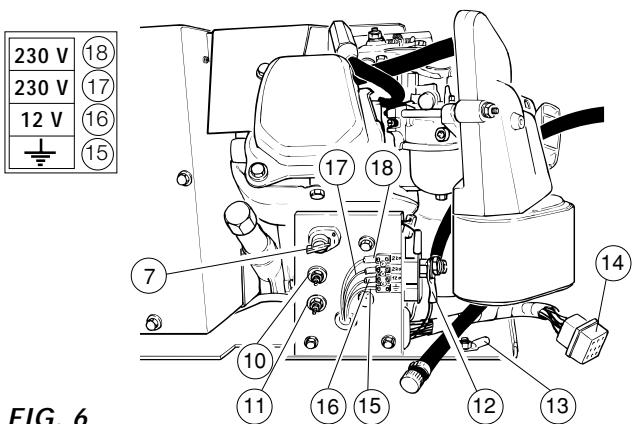

FIG. 6
Compruebe la tensión del generador por medio de un medidor o de un voltímetro conectado a un enchufe de 230V del vehículo o a los bornes (pos.17- 18 fig. 6 y 14) del tablero de bornes del generador.